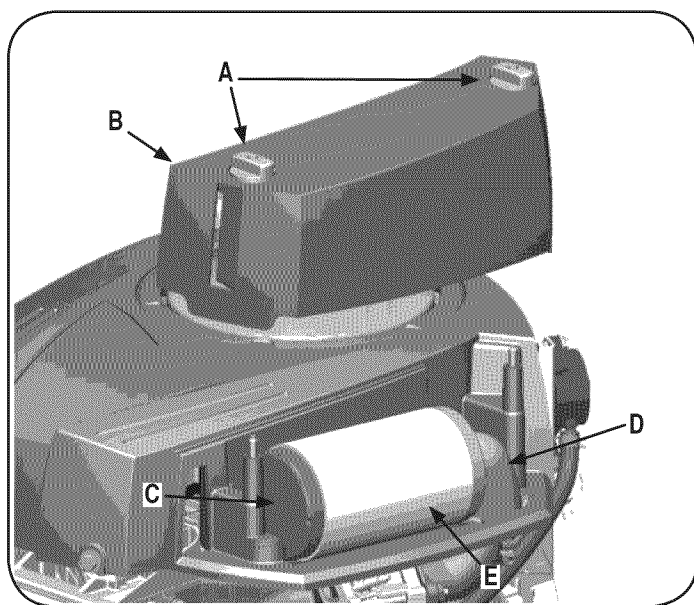

Figura 14
1. Retire los sujetadores (A) y el filtro de aire (B). Ver Figura 14.
2. Para quitar el filtro (C), levante el extremo del filtro y luego tire el filtro fuera de la ingesta (D).
3. Quite el pre-filtro (E), si está equipado, desde el filtro.